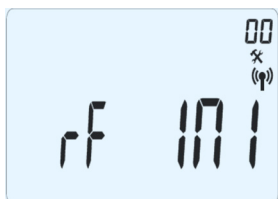

Fig. 25
- 1) premere e mantenere per 5 sec il tasto (). Apparirà e verrà visualizzata la schermata del primo parametro come in Fig. 25.